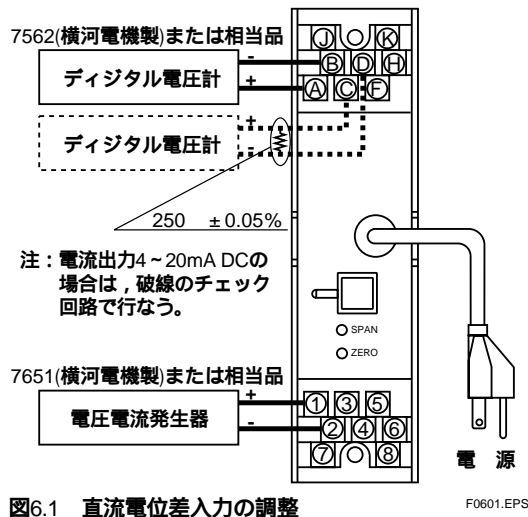
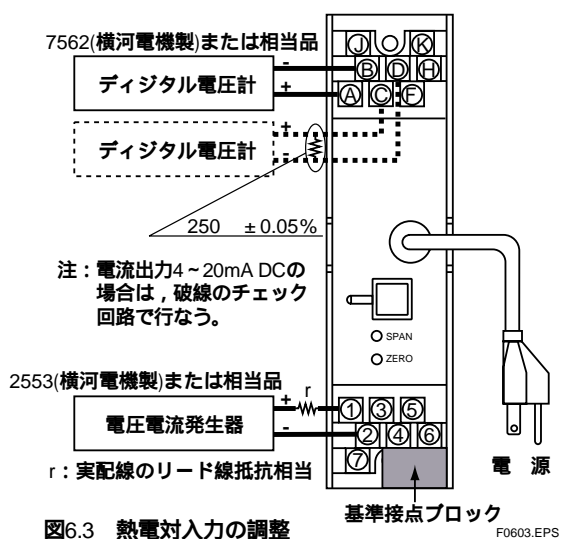
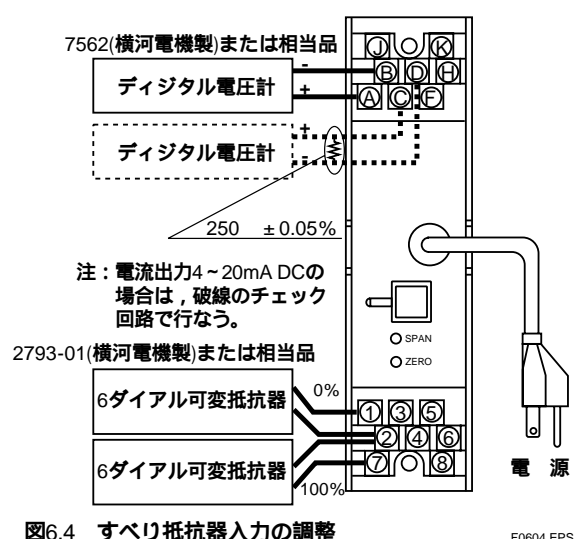

図6.1 直流電位差入力の調整
図6.3 熱電対入力の調整
図6.4 すべり抵抗器入力の調整
- (a) 図6.1～図6.4を参考にそれぞれの入力に合った各機器を接続します。
- (a) 図6.1～図6.3を参考に入力に合った各機器を接続します。
異常現象を探索するときは、図6.1～図6.4にしたがって配線し、入力信号等を与えて異常現象を把握してください。